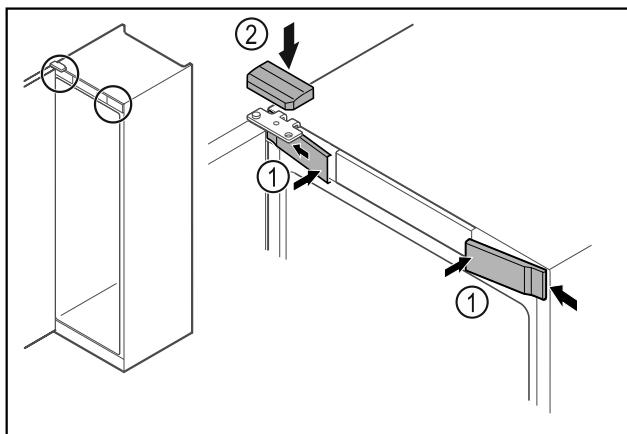

Fig. 63
- ▶ Зашепите сбоку и защелкните передние крышки Fig. 63 (1).
- ▶ Защелкните верхнюю крышку Fig. 63 (2) сверху.